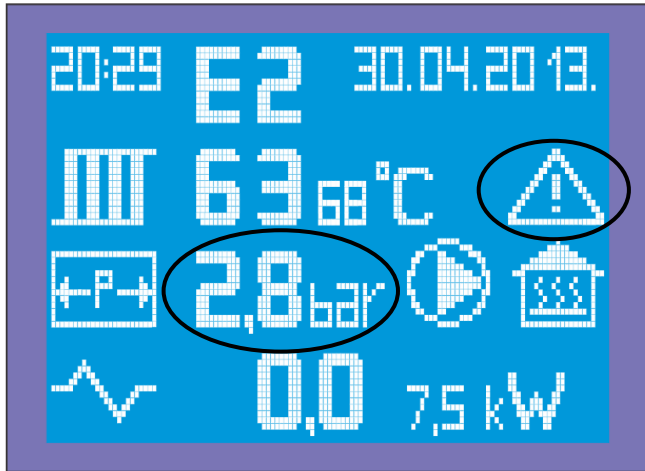

Figura 13: Paralajmërimet lidhur me trysninë e punës
- Në anën e sipërme të djathtë të displej nën datë paraqitet trekëndëshi i paralajmërimit i cili gjithashtu vëzhgon pandërprerë (Figura 13).